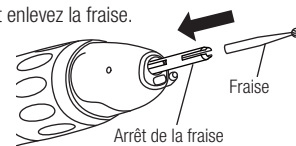

Fig. 3
2) Insérez l'arrêt de fraise fourni dans la griffe. (Fig. 3)